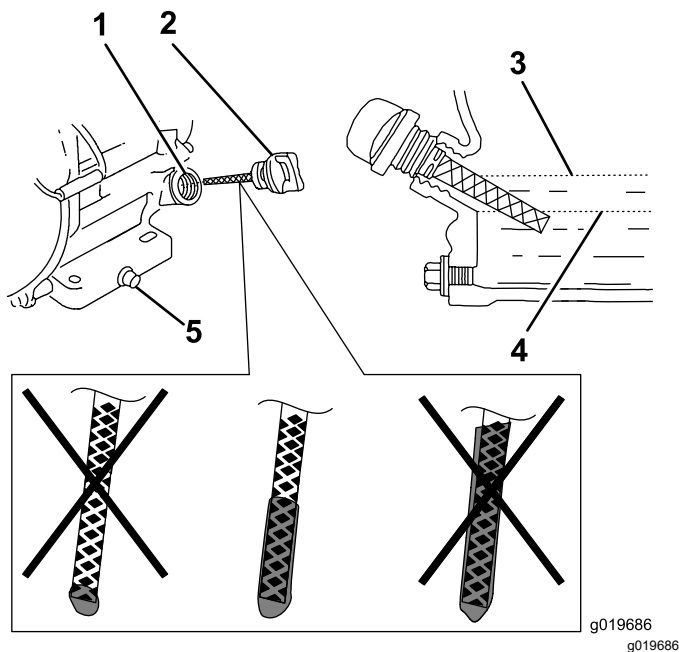

Figura 18
6. Retire a vareta e verifique o nível de óleo do motor (Figura 18).